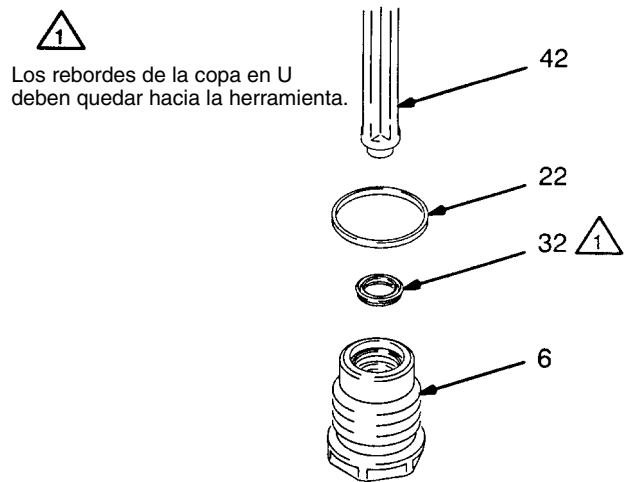

Fig. 12
10. Retirar la junta de la copa en U (32) de la tuerca de ajuste de fluido (6). Ver Fig. 12. Tener cuidado de no dañar la superficie de la junta o las roscas internas de la tuerca.
11. Colocar la nueva junta de la copa en U (32) con la herramienta de instalación de juntas (42) con los rebordes de la copa en U hacia la herramienta, tal como se muestra en la Fig. 12. De esta manera se contribuye a aplicar una presión uniforme sobre los rebordes de la copa en U y a evitar dañarlos.
12. Empujar la junta de la copa en U (32) en la tuerca de ajuste de fluido (6) hasta que se sienta un encaje definitivo.
13. Colocar el nuevo aro de empaquetadura (22).